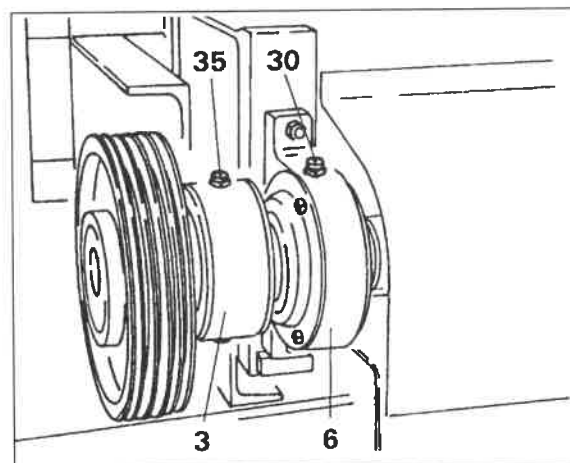

Рис. 28
Во время первых рабочих часов на месте установки подшипника привода (глава 5, рис. 28) допускается повышение температуры до 80 - 90 °С.
- На обеих сторонах короба грохота по одному подшипнику (3) эксцентрикового вала. (см. рис. 28)
- На обеих сторонах короба грохота по одному подшипнику (6) приводного вала. (см. рис. 28)
- На обеих сторонах короба грохота по одному подшипнику (3) эксцентрикового вала. (см. рис. 28 а)
- На обеих сторонах короба грохота по одному фланцевому подшипнику (12) (см. рис. 28 а)
- На обоих самоустанавливающихся роликоподшипниках (36) промежуточного вала (см. рис. 28 б)
- Карданный вал грохота (56)
Рис. 28а – Грохот Liwell® тип LF – big / max / mix
Рис. 28б – Грохот Liwell® тип LF – big / max / mix
Карданный вал (56) (см. рис. 28 б) необходимо смазывать через все смазочные ниппели до тех пор, пока смазка не начнет выступать из уплотнений:
Рис. 28с – Грохот Liwell® тип LF - mix